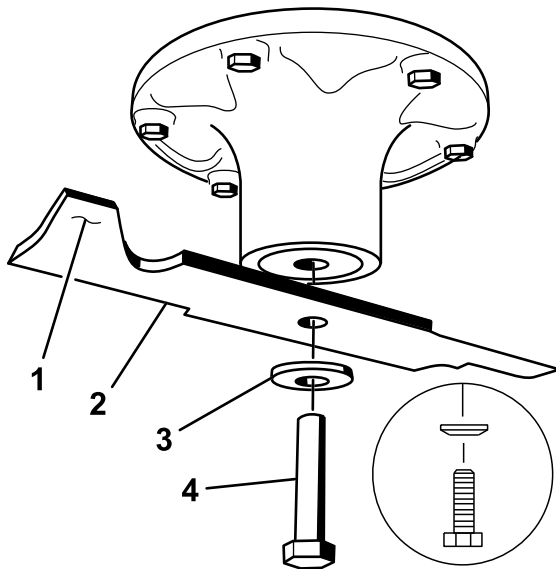

Figura 68
2. Îndepărtați urubul lamei, aiba curbată și lama de pe arborele axului (Figura 68).
1. Montați lama pe arborele axului (Figura 68).
2. Montați aiba curbată (cu partea în formă de cupă îndreptată către lamă) și urubul lamei (Figura 68).